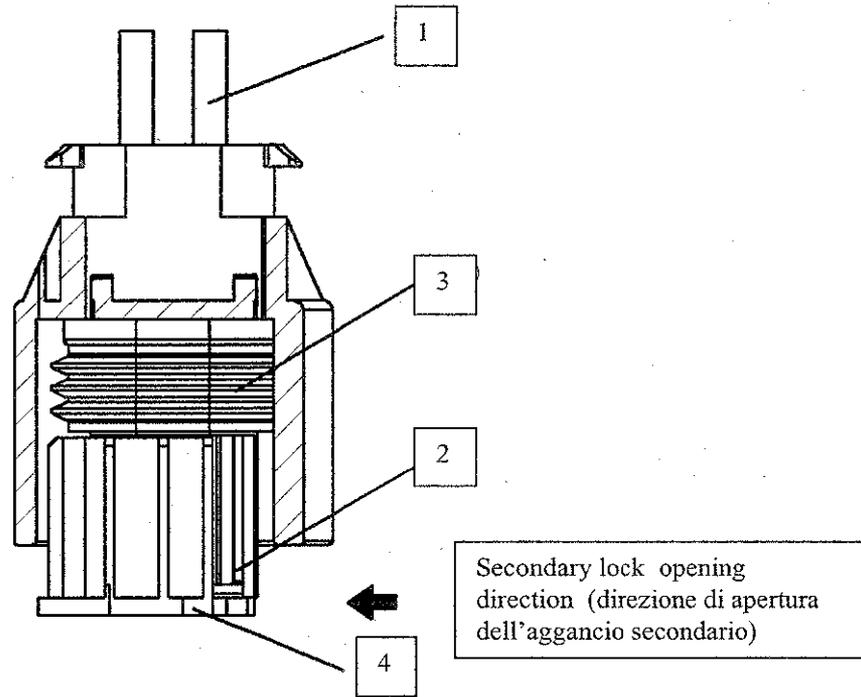

Fig. 9
The opening operation can be done by moving the secondary lock in the direction of the arrows as shown in fig. 9.
Insert the extraction tool into the cavity by the proper opening in the socket housing, then push the extraction tool until you touch the metal lance, by operating like shown by the arrow and at the same time pull the terminal back (see figs. 9, 10 and 11).
L'operazione preliminare da compiere è "aprire" il dispositivo di aggancio secondario (4) qualora fosse già stato chiuso (vedi pag. 4); l'apertura del dispositivo di aggancio secondario avviene muovendolo nella direzione indicata dalla freccia in fig. 9
Inserire l'estrattore in cavità attraverso l'apposita apertura ricavata nel connettore portafemmine; spingere l'estrattore a contatto con la lancetta metallica, operare come indicato dalla freccia e contemporaneamente tirare indietro il terminale (fig. 9, 10 e 11).